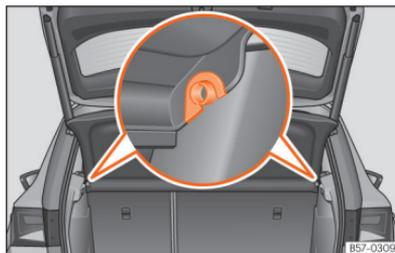

Fig. 167 Na bagageira: desmontar e montar a chapeleira.
- Desencaixe a chapeleira dos suportes laterais »» Fig. 167 puxando-a para cima e retire-a.
- Introduza a chapeleira horizontalmente fazendo coincidir a «fechadura» sobre o eixo dos suportes »» Fig. 167, e pressione para baixo até que encaixe.